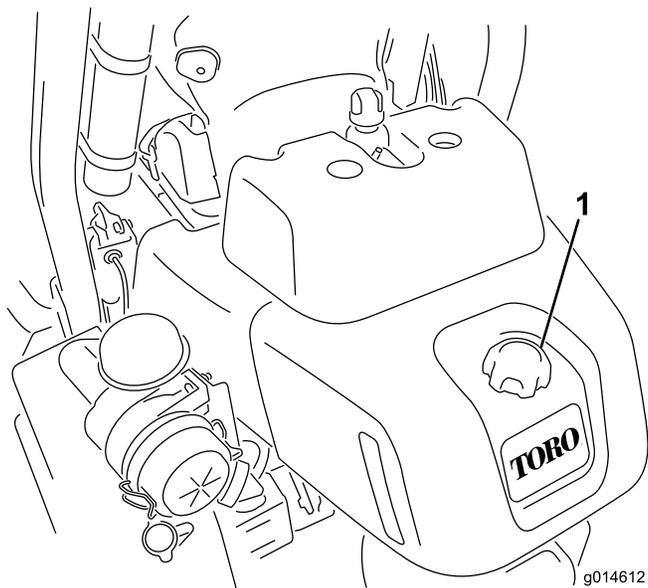

図 28
1. 燃料タンクのキャップの周囲をきれいに拭く（図 28）。